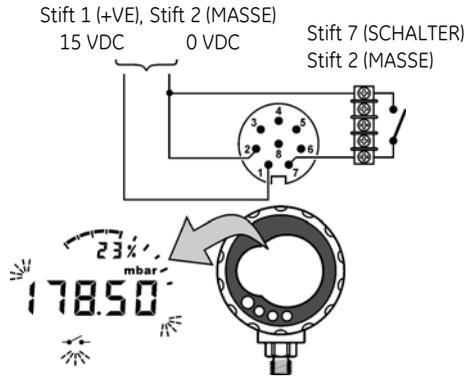

Abbildung 2: Beispielkonfiguration – Schaltereingang
1. Schließen Sie das DPI 104-IS an (Abbildung 2/Tabelle 5).
Abbildung 2 zeigt die Anzeige, wenn sich der Schalterzustand ändert (offen oder geschlossen). Die analoge Skala und die Prozentanzeige setzen die Überwachung des normalen Drucks fort. Das Schaltersymbol und der Wert auf der Primäranzeige blinken, um den Schalterzustand und den Schalldruck anzuzeigen.